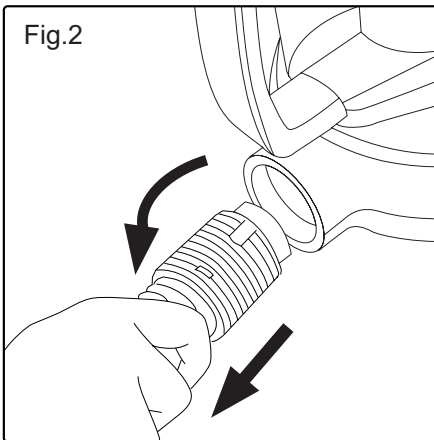

Fig.3
- Para hacer uso del parking horizontal ancle el gancho del cepillo conmutable en el enganche que se encuentra en la parte posterior del aparato (Fig.3).